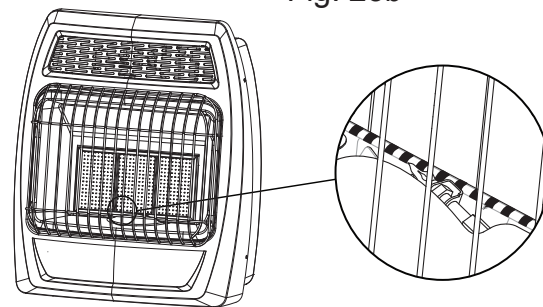

Fig. 24 - Ubicación de la llama del piloto
6. Con la perilla de control oprimida, presione el encendedor hasta que el piloto se encienda. El piloto es visible, centrado abajo de las quemador principal, detrás de la panel de vidrio. (Ver Fig. 24 en la página 19)
7. Mantenga oprimida la perilla de control durante (30) segundos después de que el piloto encienda. Suelte la perilla de control.